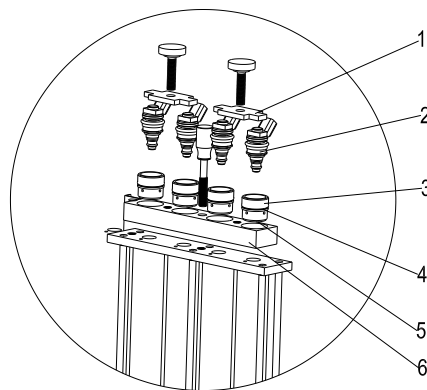

Рис. 05
- 4) Установить распределитель топлива и форсунки на подпорку топливного распределителя и зафиксировать их двумя рифлеными болтами (черными). См. Рис. 05.